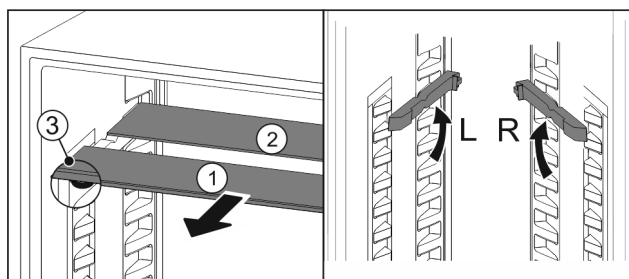

Fig. 140
- Glasplaten afzonderlijk vanaf de voorkant eruit trekken Fig. 140 (1).
- Glasplaat Fig. 140 (1) met sierlijst ligt voor.
- Stops Fig. 140 (3) zijn naar onder gericht.